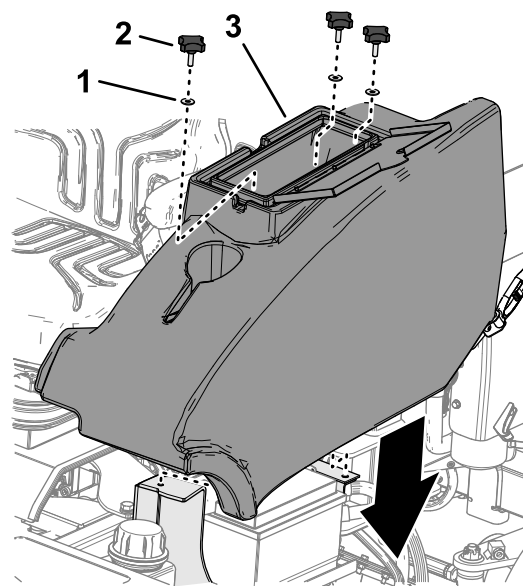

Bild 11
2. Bauen Sie das Ablagefach mit den drei Handrädern und den drei Unterlegscheiben in die Maschine ein (Bild 11).